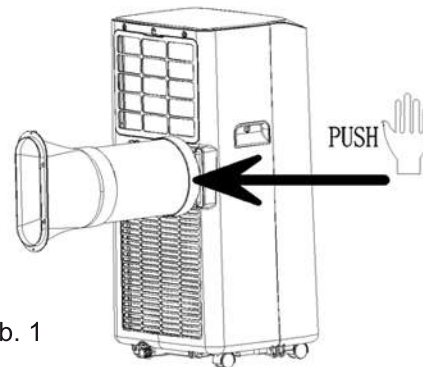

Abb. 1
5.1 Installieren Sie die Abluftrohr-Baugruppe (wie in Abb. 1 dargestellt)
5.1.2 Führen Sie die Wärmerohrbaugruppe (das Ende der Abluftverbindung) in den Lüftungsschlitz der Rückwand (nach links drücken) ein, und schließen Sie die Montage ab (wie in Abbildung 1 dargestellt).